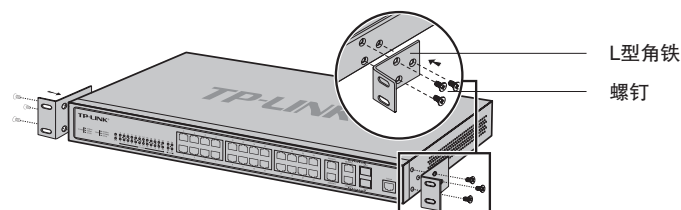

图2-2 支架安装示意图
2. 将配件中的两个L型支架分别安装在交换机面板的两侧，并用配件中提供的螺钉固定，如图2-2所示；